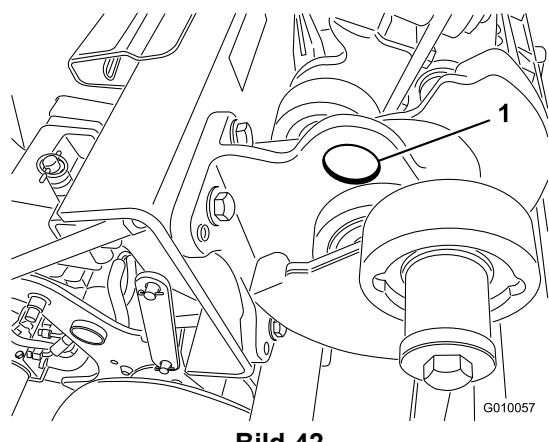

Bild 42
**Hinweis:** Falls vorhanden, können Sie das Heck der Maschine mit einem Flaschenzug anheben. Verwenden Sie die Ösen in den Lagergehäusen des Aerifizierkopfes als Flaschenzugverbindungspunkte (Bild 42).